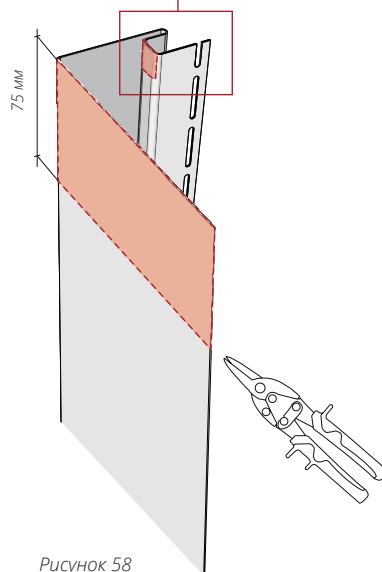
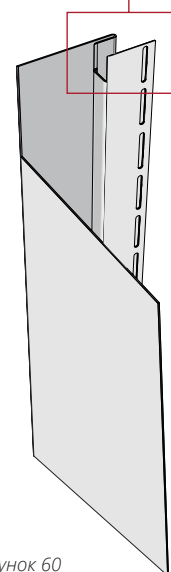

Рисунок 58
Рисунок 60
- 15.13** Сделайте разметку с последующим подрезом согласно рис. 57, рез должен проходить по середине загиба. Далее отмерьте и подрежьте широкую часть околооконной планки согласно рис. 58, произведите вырез паза околооконной планки согласно рис. 59. Готовый результат на рис. 60.